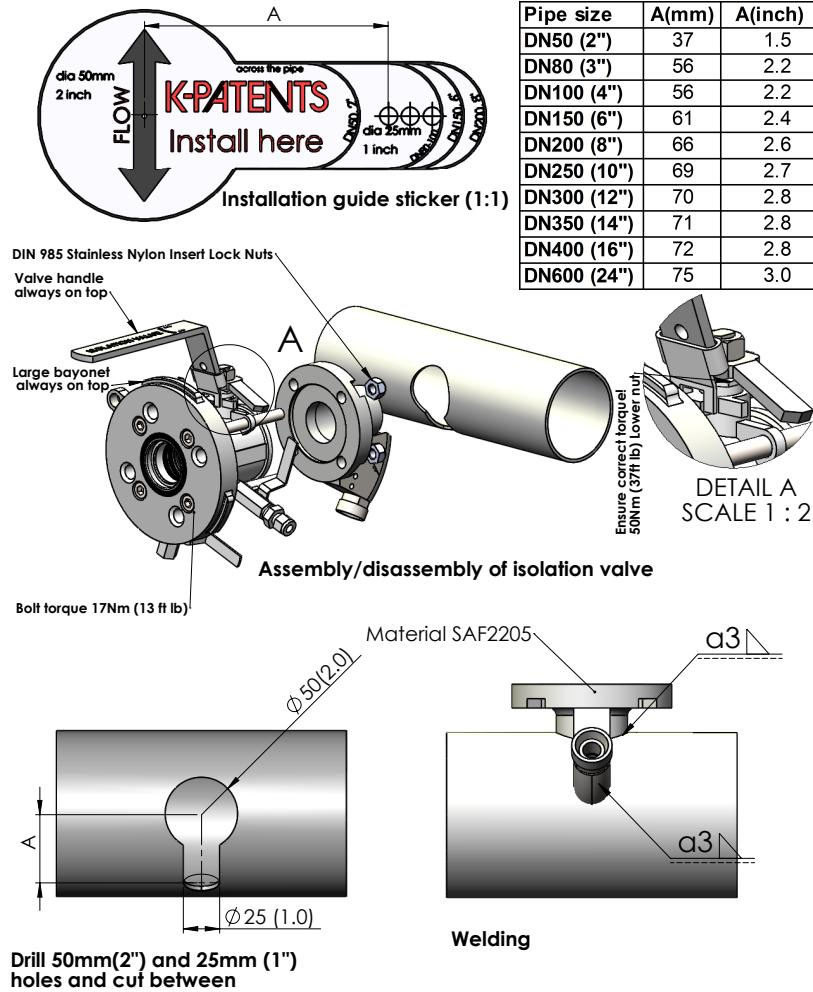
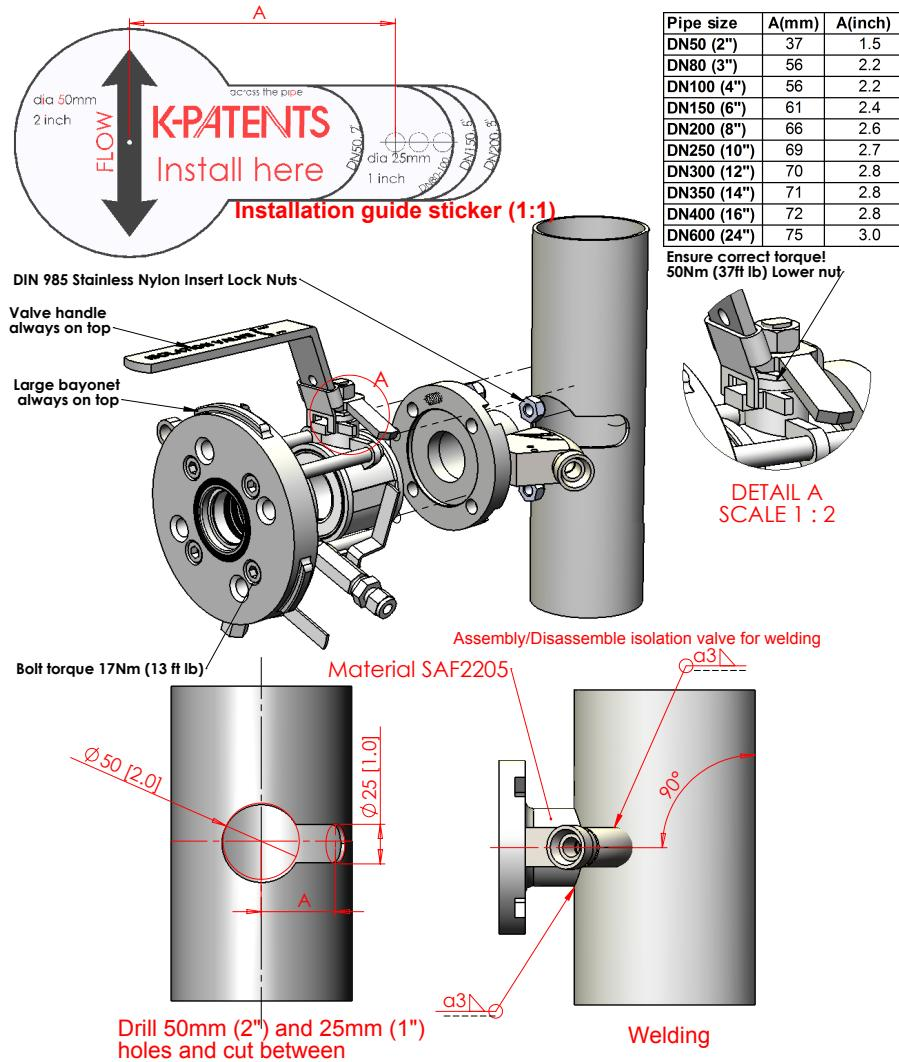

Abbildung 11.7 Schweißen des Safe-Drive™
Abbildung 11.8 Schweißen des Safe-Drive™ -Absperrventils an ein vertikales Rohr
Schweißschritte (siehe Abbildung 11.7 oder Abbildung 11.8):
4. Schweißen Sie das Absperrventil gemäß MTG472 oder MTG2149 (Abbildung 11.7 oder Abbildung 11.8)